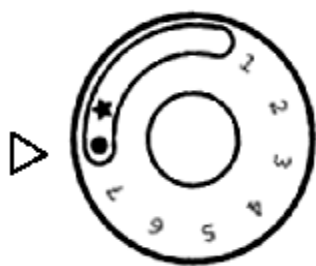

Рисунок 4
2.3.4 Спочатку ручка управління перебуває в положенні «Крапка» (рисунок 4). Запальний і основний пальники погашені (подача газу до них заблокована)
2.3.7 Вимикання апарата виконується поворотом ручки управління в положення «Крапка» (рисунок 4). При цьому запальний і основний пальник (якщо горять) згаснуть.